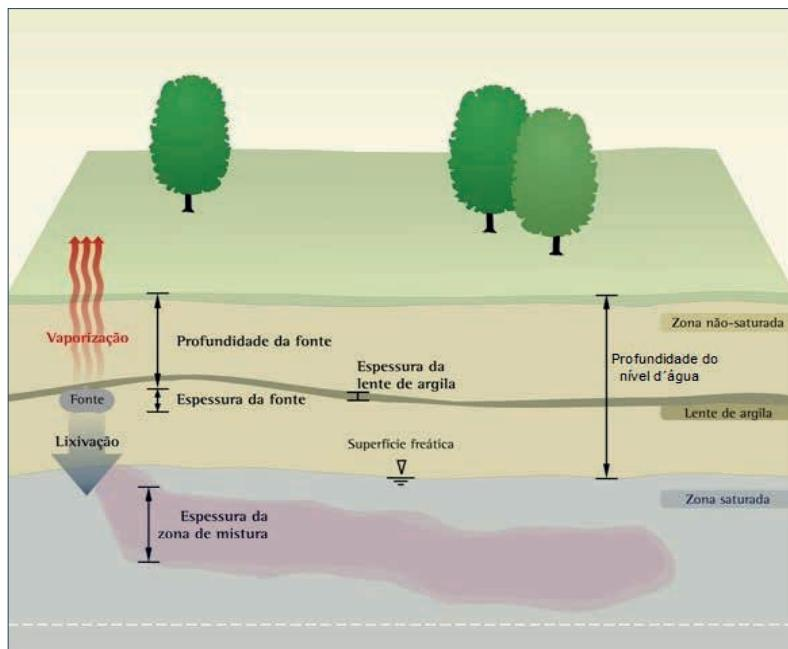
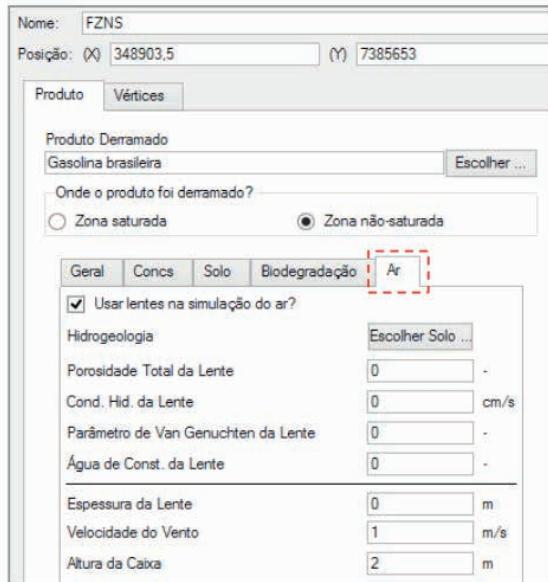

Figura 2.70 Fonte de contaminação na zona não saturada.
Figura 2.75 Aba Biodegradação na Zona Não Saturada.
Fonte na Zona Não Saturada: a segunda abordagem considera a fonte na zona não saturada do solo. Neste caso, o SCBR simulará os fenômenos de volatilização de vapores (acima da fonte) e de lixiviação do percolado da fonte para o aquífero. Então, a partir da concentração que chega ao aquífero, o SCBR simulará a migração da pluma de contaminantes (Figura 2.70). A volatilização e a lixiviação são os fenômenos responsáveis pelo intemperismo da fonte. Como resultados, o SCBR mostrará gráficos da concentração do contaminante no ar (devido à volatilização) ao longo do tempo, e da concentração do contaminante *versus* profundidade ao longo do tempo, além de informar qual concentração e tempo que o contaminante atinge o lençol freático. O modelo da zona não saturada é analítico e unidimensional e simula o transporte de contaminantes na fase dissolvida em direção ao lençol freático e os contaminantes da fase de vapor em direção ao topo do solo. O modelo não simula o movimento de líquidos de fase não aquosa (NAPLs - Non-Aqueous Phase Liquid). A zona vadosa é considerada homogênea e uniforme abaixo da fonte (uma lente pode ser modelada acima da fonte). A condutividade hidráulica é calculada como função do teor de
- Profundidade do Nível d'água: altura total (em metros) da zona não saturada (Figura 2.70), isto é, a distância entre a superfície do solo e a zona saturada (áquifero);
- Profundidade da Fonte: distância (em metros) entre a parte superior da fonte e a superfície do terreno. Este valor *não pode ser superior à diferença entre a profundidade do nível d'água e a espessura da fonte* (Figura 2.70);
- Espessura da Fonte: espessura da fonte em metros. Este valor *não pode ser inferior a zero ou superior à diferença entre a profundidade do nível d'água e a zona de mistura* (Figura 2.70);
Aba Ar: na opção *Ar* configuram-se os parâmetros referentes ao fenômeno de volatilização (Figura 2.75). Quando a opção “*Usar lentes na simulação do ar?*” estiver selecionada, o SCBR considerará que existe (acima da fonte de contaminação) um extrato (lente) de solo diferente do solo da zona não saturada (Figura 2.70). Será então necessário informar as características hidrogeológicas (*porosidade total, condutividade hidráulica,*